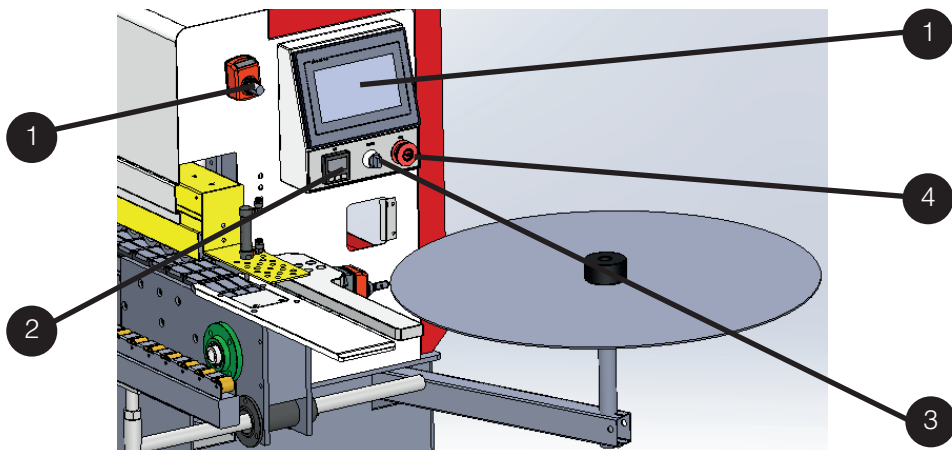

Figura 4.2
- Gire o botão interruptor 3 no painel de controle no sentido horário para a posição LIGADO (conforme mostrado na Figura 4-2).